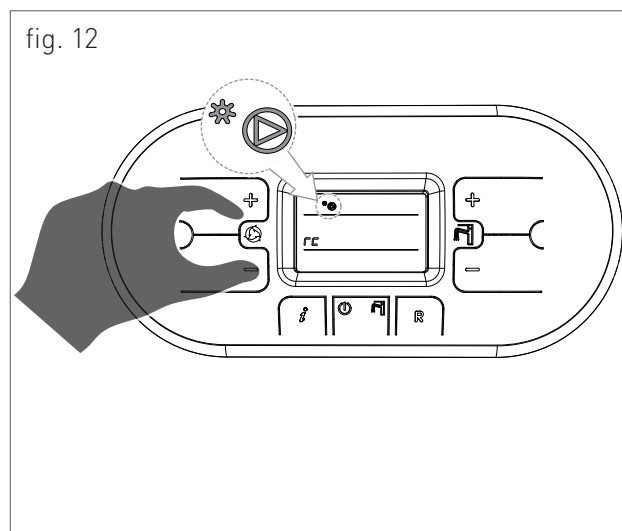

fig. 12
- › Régler le réglage de la température de retour en appuyant sur '+' et '−' (figure 12). L'activation de la pompe est affichée sur le tableau de commande par le symbole de la pompe 'P'.